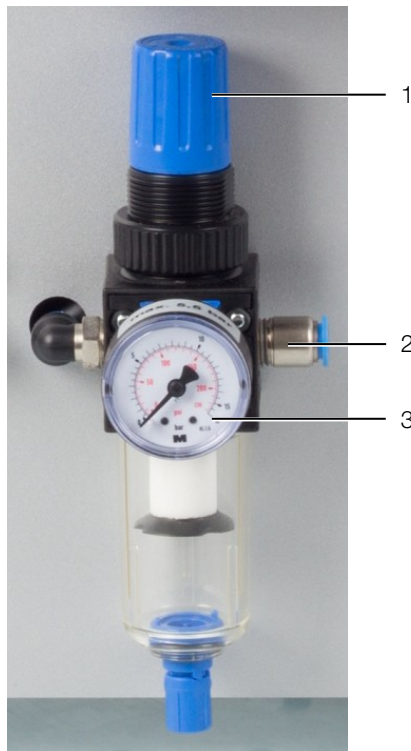

Fig. 4 : Installer les raccords
- Raccorder tout d'abord le tuyau d'air comprimé au groupe de conditionnement d'air de la machine (fig. 4, pos. 2).
- Contrôler l'affichage du manomètre (fig. 4, pos. 3).
- Réguler si nécessaire la pression de service. Tirer pour cela la vis de réglage (fig. 4, pos. 1) vers le haut et la tourner avec précaution :